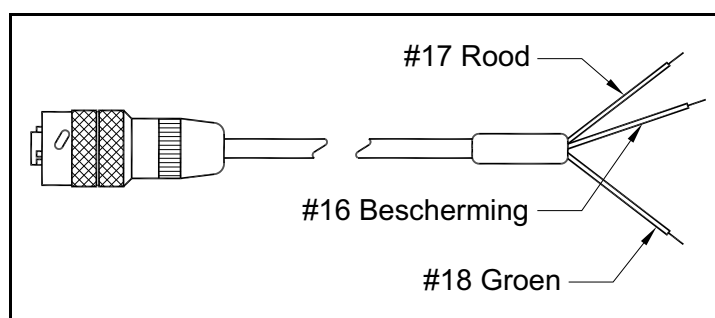
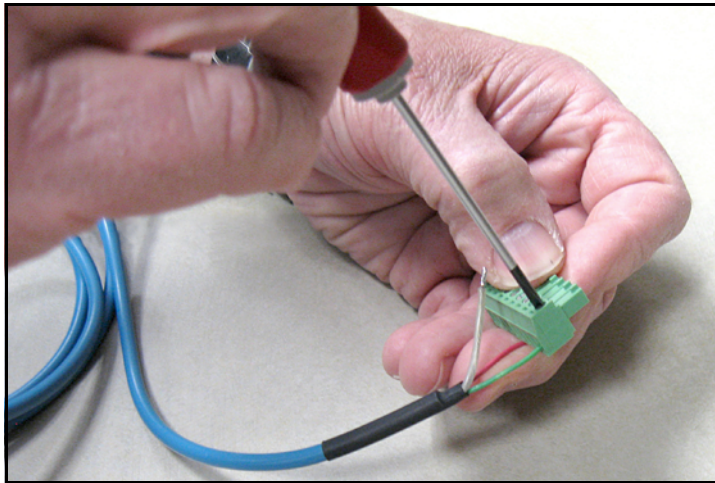

Figure 23: M Series sondekabelaansluitingen
Figure 24: Sondekabelaansluitingen maken met de Connector
3. Kijk naar *Figure 23* hieronder en *Figure 24* on page 20 om het einde van de sondekabel aan te sluiten op de drie draden met pennen 16, 17 en 18 op het onderste aansluitblok.